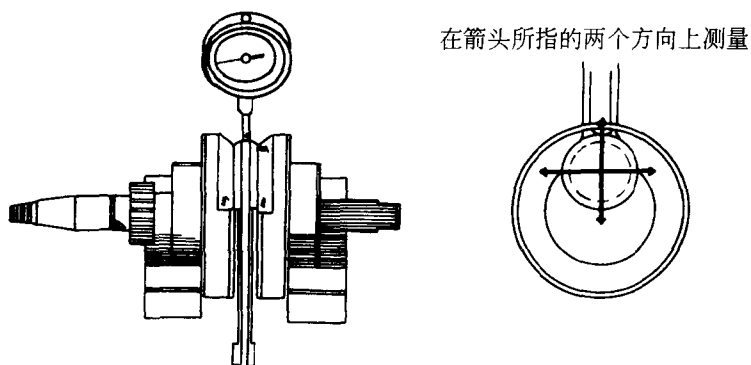

图 1-20 测量连杆大头间隙
(2) 按图 1-20 所示方法测量连杆大头的间隙(两个方向)。其标准值为 0.01mm, 维修极限值为 0.05mm。